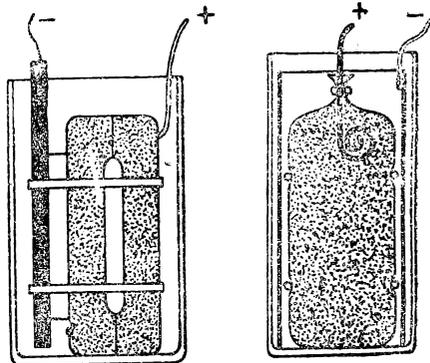

Рис. 2
**1-й способ.** Если мокрый элемент имеет агломерат в виде двух прессованных брикетов, то в одном из них прожигается отверстие с помощью вольтовой дуги, возникающей между агломератом (рис. 1) и свинцовой лентой (токоотводом) при включении их в электросеть. Введенная в процесс прожигания угля свинцовая лента прочно сваривается с последним и дает надежный контакт (рис. 2).